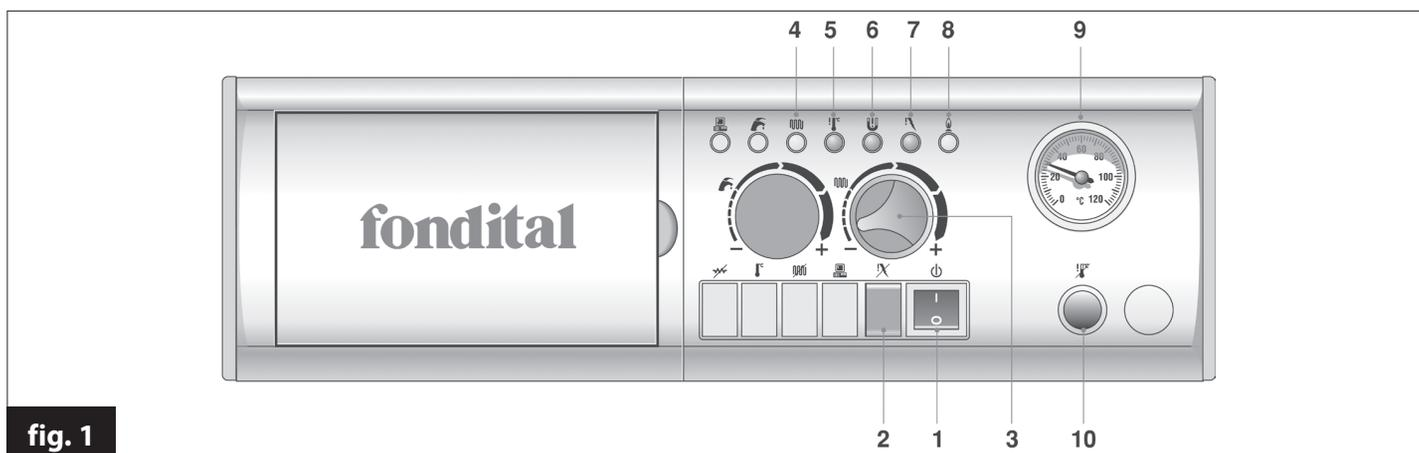

fig. 1
1.2 Fonctionnement de la chaudière (fig. 1)